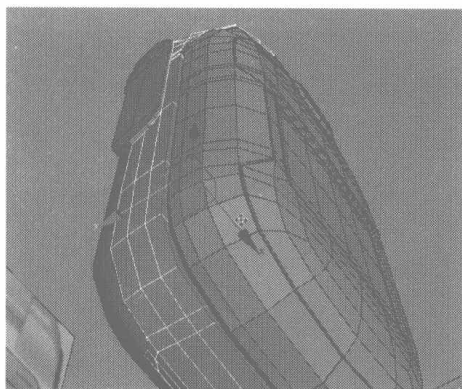
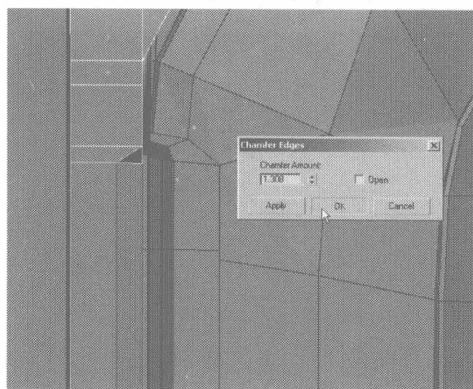

图 4.332
图 4.333
- 14** 选择如图 4.332 所示的边线，在 Edit Edges 卷展栏中单击 **Chamfer** 右侧的小按钮，在弹出的对话框中设置倒角参数，如图 4.333 所示。